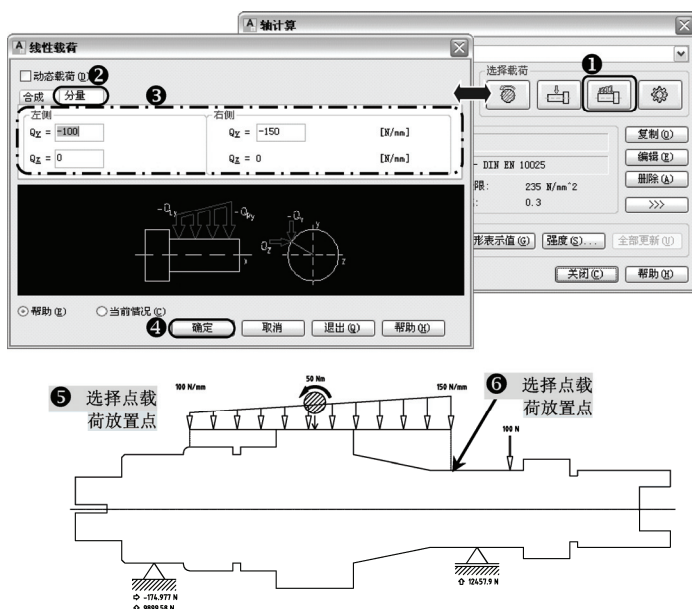

图 13-15 设置线性载荷
7) 单击“选择载荷”选项中的“线性载荷”工具按钮，指定插入点，指定终点，弹出“线性载荷”对话框，在“分量”选项卡中设置好相关参数，单击“确定”按钮，返回“轴计算”对话框，如图 13-15 所示。